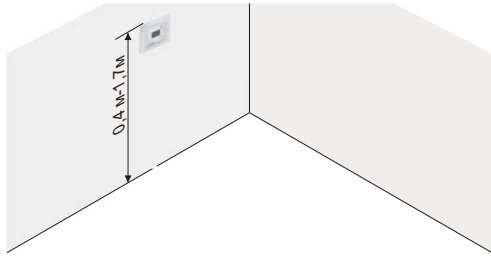

Рисунок 1. Монтаж терморегулятора і системи тепла підлога
- закріпити терморегулятор в монтажній коробці. Для чого зняти лицьову рамку, підчепивши її з боку викруткою, вставленою в паз (рис. 1). Помістити терморегулятор в монтажну коробку і закрутити монтажні гвинти.